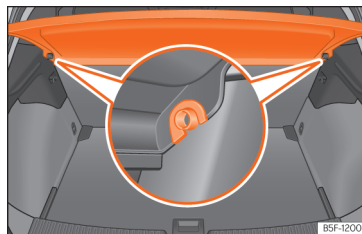

Abb. 174 Im Gepäckraum: Gepäckraumabdeckung aus- und einbauen.
- Ziehen Sie die Gepäckraumabdeckung nach oben aus den seitlichen Halterungen »» (Abb. 174) heraus.
- Führen Sie die Gepäckraumabdeckung horizontal ein, so dass das „Hufeisen“ über der Aufnahmeachse »» (Abb. 174) liegt, und drücken Sie die Abdeckung nach unten, bis sie einrastet.